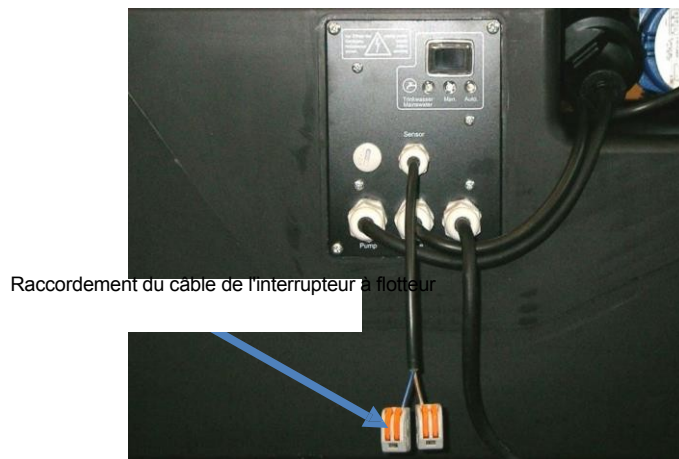

Figure 15 : Raccordement du câble de l'interrupteur à flotteur
2. Introduire une des deux extrémités dénudées noire et bleue du câble dans une borne WAGO, voir figure 15.